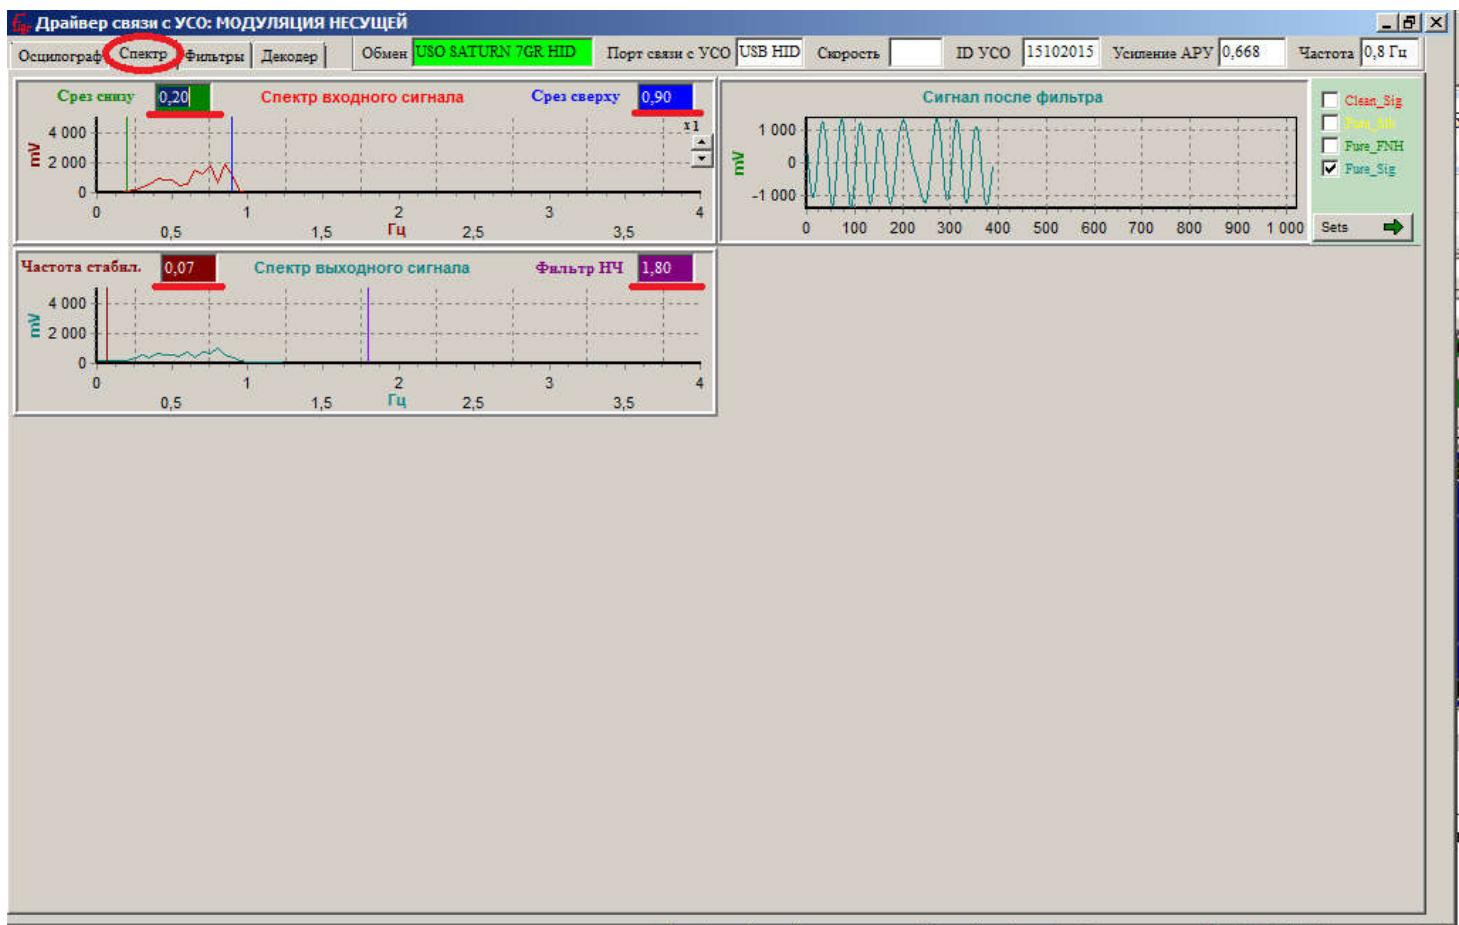

Рисунок 10.30
- Во вкладке «Спектр» значения фильтров перестраивается автоматически (в отличие от более ранних версий «Saturn»), но все равно проверяем, значения должны быть как на рисунке. При необходимости они могут быть скорректированы (Рисунок 10.30).